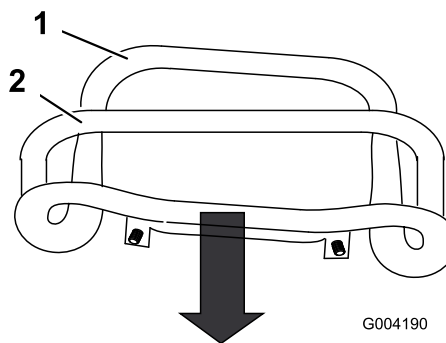

Figura 53
3. Puxe para trás o controlo de tração de modo a que a parte da frente do controlo entre em contacto com a barra de referência (Figura 53).